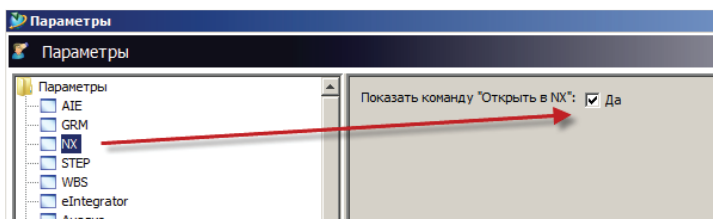

Рисунок 2.5 – Добавления команды в набор главной панели инструментов
- в левой части диалогового окна **Параметры** нужно выбрать раздел **NX**, включить настройку: **Показать команду «Открыть в NX»** и нажать кнопку **ОК** (рисунок 2.5). В результате на главной панели инструментов появится соответствующая команда.